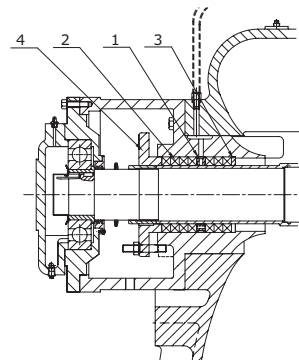

Рис. 12 Подшипниковый узел с сальниковой буксой
Сальниковая букса состоит из нажимной втулки (4), уплотнительных колец (2), шайбы (3) и распределительного кольца (1). См. рис. 12.